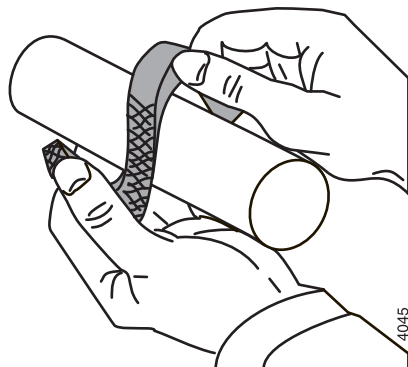

Figure 20: Ouverture d'une bague de garniture.
- 1 Installez les 5 bagues de garniture. Mettez-y les garnitures de telle sorte que les ouvertures se trouvent alternativement en haut. Il ne faut que écarter les bagues axialement comme indiqué à la figure 20.